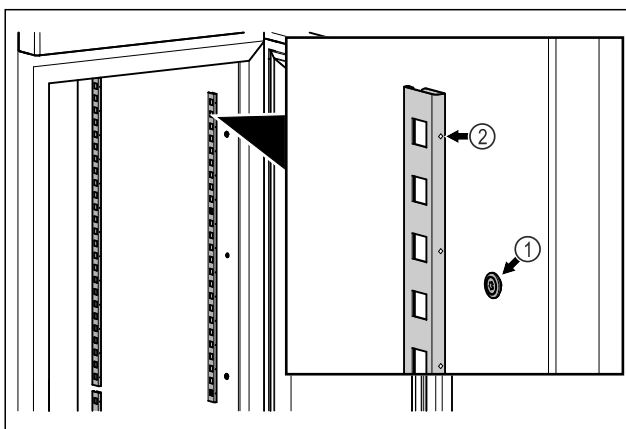

Fig. 58 Ilustratīvs attēlojums
- Iekabiniet aizturu līstes viru mehānismā Fig. 58 (1). Atzīmei Fig. 58 (2) jābūt vērstai virzienā uz priekšu.